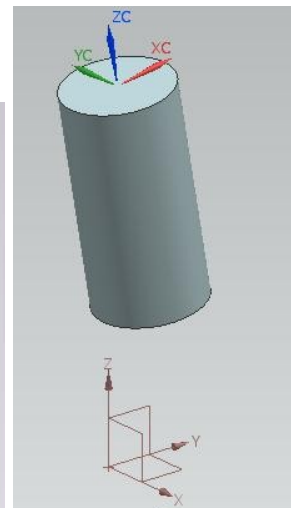

рис.9
- Способ ориентации **СК Объекта** позволяет вам «наложить» *рабочую плоскость* РСК на плоскую грань какого-либо объекта (рис.9).